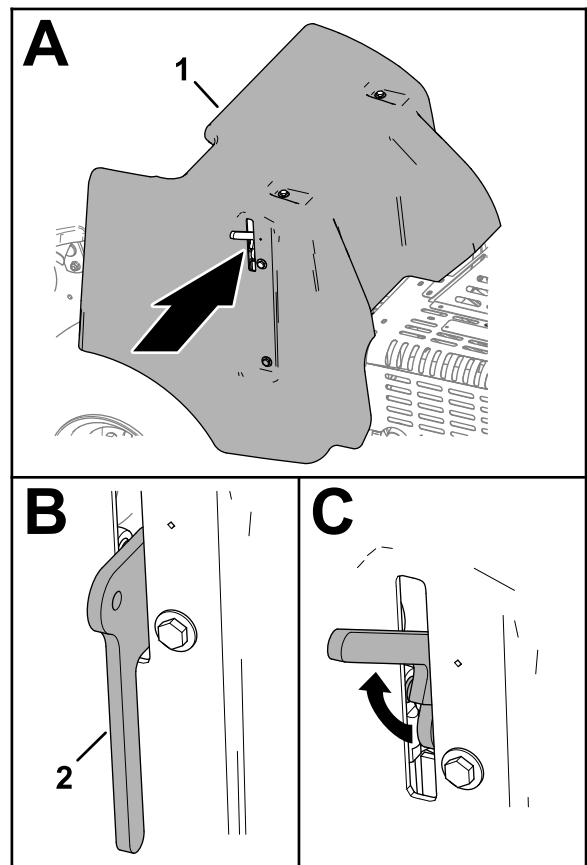

Рисунок 142
2. Поднимите ручку фиксатора (Рисунок 142).